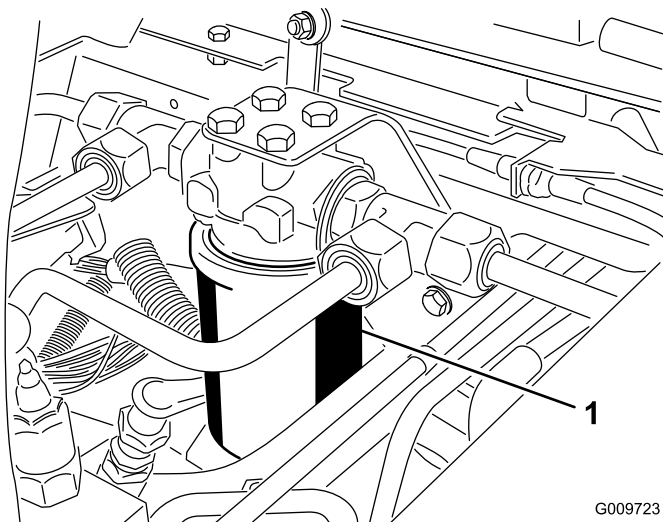
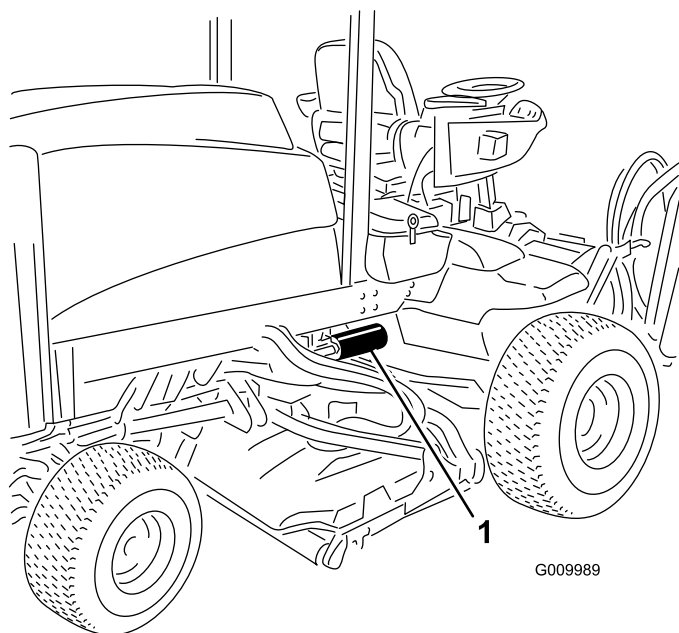

Bild 54
Bild 55
2. Reinigen Sie den Anbaubereich des Filters. Stellen Sie ein Auffanggefäß unter den Filter (Bild 54 und Bild 55) und entfernen diesen.